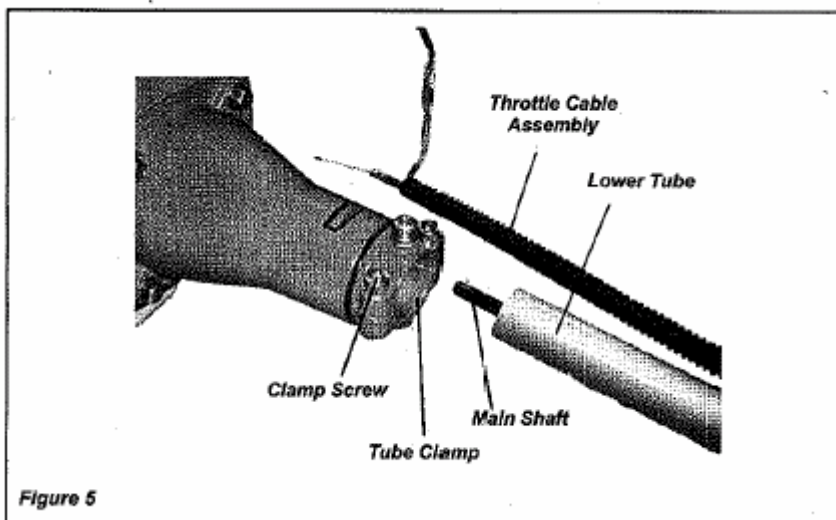

Figure 5
4. Empuje el tubo inferior hacia la abrazadera y hágalo girar manualmente para comprobar que las chavetas del eje principal se han unido al cabezal. Ver Imagen 5.